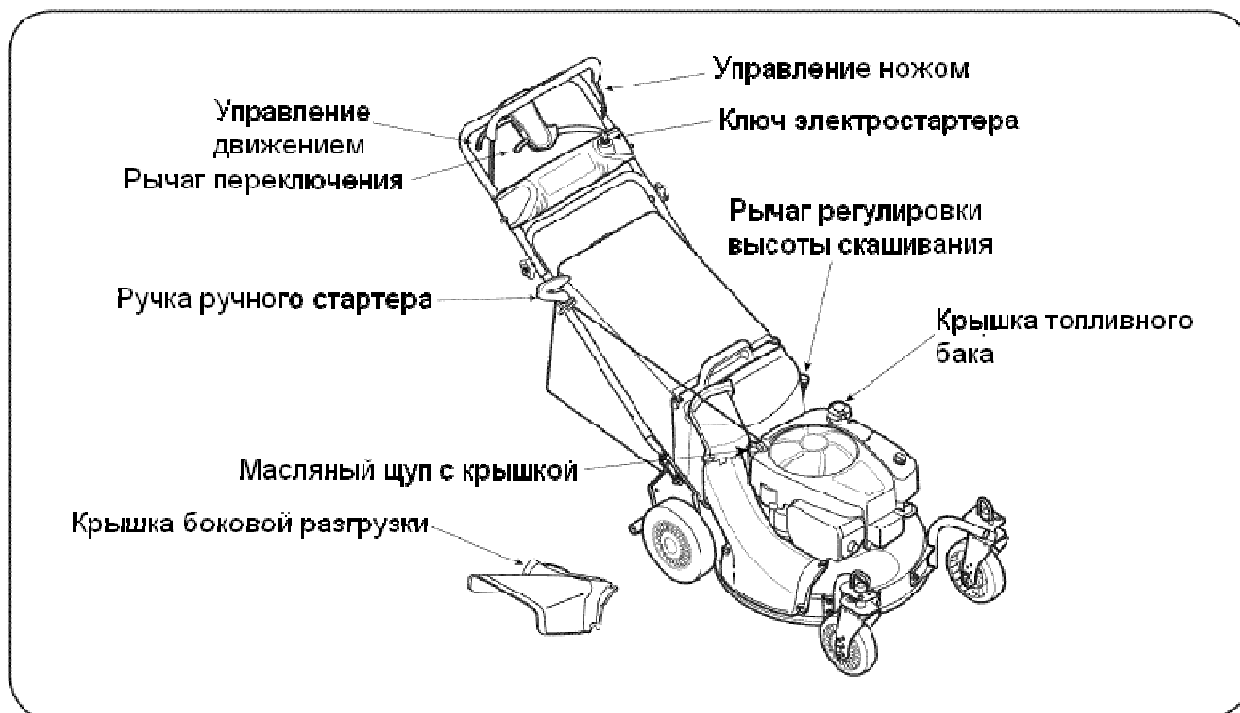

РИС. 9
Устройство управления ножом крепится на верхней рукоятке газонокосилки (см. Рис. 9). Нажмите и удерживайте рычаг устройства для включения ножей. Отпустите рычаг, чтобы выключить двигатель и устройство управления ножом.
3. Вставьте щуп на место и заверните крышку. Выкрутите крышку с щупом и проверьте уровень масла (см. Рис. 9).
4. Если уровень масла ниже самой последней риски щупа, извлеките щуп и залейте в двигатель масло рекомендуемого типа до верхней отметки (J). Не переполняйте двигатель маслом.